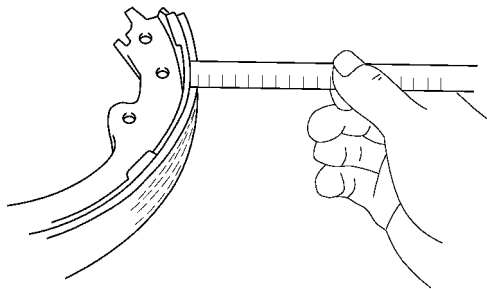

图 15-100 测量制动蹄衬片的厚度
- (1) 检查车轮制动分泵是否有腐蚀和损坏现象。
- (2) 检查后挡板是否已磨损或损坏。
- (3) 检查摇臂零件是否出现弯曲变形、已磨损或损坏。
- (4) 测量制动蹄衬片的厚度，如图 15-100 所示。